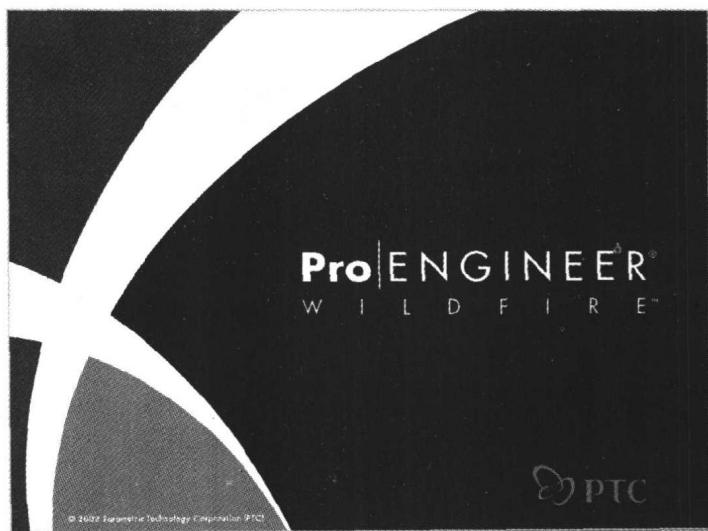

图 1.2 Pro/ENGINEER Wildfire 启动界面
(2) Pro/ENGINEER Wildfire 的启动界面如图 1.2 所示。